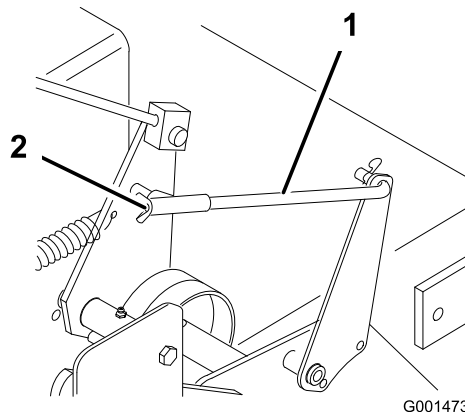

Figure 36
5. Pour régler le frein, tournez les écrous à oreilles sur les tiges de frein (Figure 36).